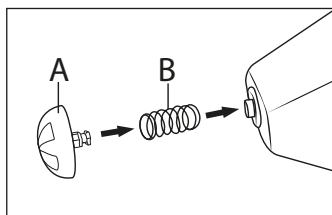
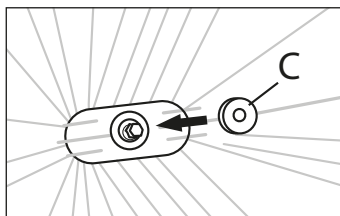

Fig. 2
Fig. 3
- 4) Per pulire il cestello del filtro **11** staccare l'uscita dell'acqua con dispositivo antigoccia tirando dal dispositivo stesso **A**. Attenzione a non lasciare cadere i singoli pezzi, poiché potrebbe saltare via la molla **B**, mentre il disco elastico **C** potrebbe andare perso. Pulire i pezzi con acqua e detersivo e rimontare il tutto. A tal scopo premere il dispositivo salvagoccia **A** con molla **B** nell'apertura dell'uscita dell'acqua (vedere fig. 2). Quindi applicare il disco elastico **C** situato all'interno del cestello del filtro **11** all'estremità a stella dell'asse del bricco per il caffè antigoccia in modo da poter poi fissare le parti (vedere fig. 3).